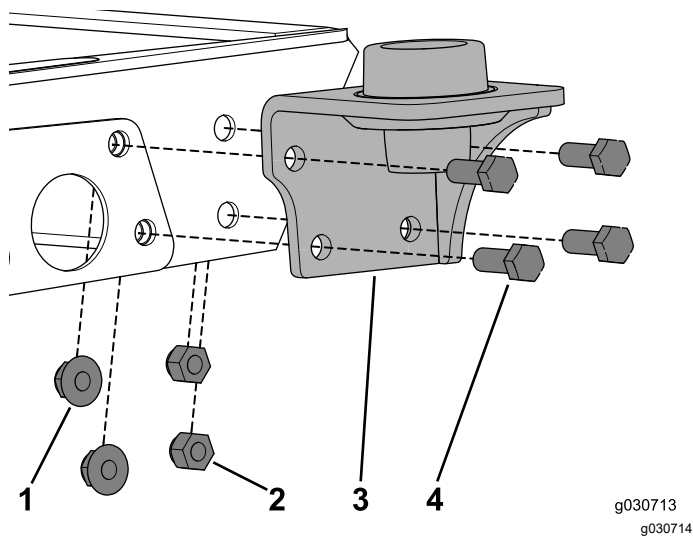

图 19
1. 拆下现有的五金件用 4 个螺栓 $\frac{3}{8}$ x 1 英寸、2 个凸缘螺母和 2 个锁紧螺母将底座固定到机器上 图 19。